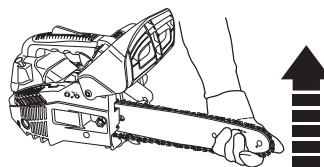

Fig. 10
- > Soulevez le bout du guide-chaîne [7] et maintenez-le relevé pendant que vous tendez la chaîne (Fig. 10).